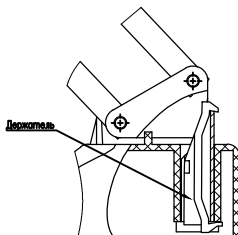

Рис. 2
5.4. Для светильника исполнения "Бета-К+": Расположить подставку в удобном для вас месте. Установить стойку с плафоном в отверстие подставки. При установке светильника в подставку зафиксировать стойку с плафоном при помощи держателя, входящего в комплект подставки. Держатель установить со стороны основания подставки в соответствии с рис.2.